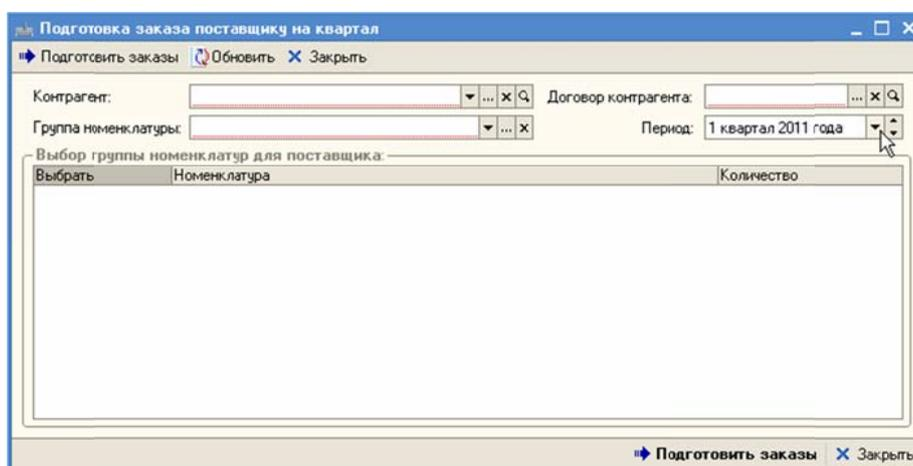

Рисунок 161 – Подготовка заказа поставщику на квартал
1. Открыть форму «Подготовка заказа поставщику на квартал» (Рисунок 161), используя главное меню программного комплекса (Склад -> Подготовка заказа поставщику на квартал).
- *Период*, на который будут формироваться документы заказов поставщику, используя выпадающий список для выбора нужного значения периода. Для открытия выпадающего списка значений нужно нажать кнопку  или использовать кнопки  регулирования – увеличения и уменьшения значения реквизита (Рисунок 161).